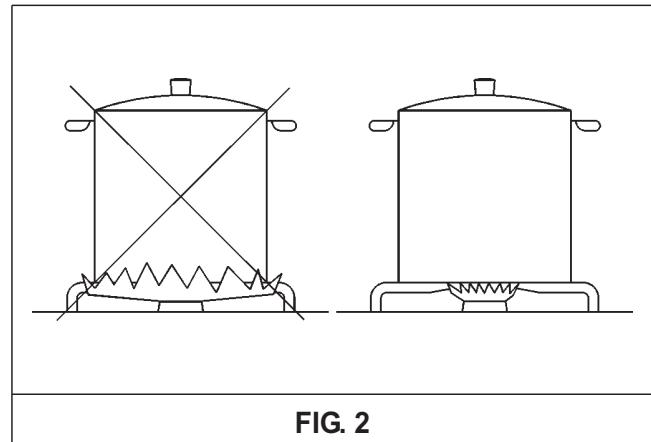

FIG. 2
- utilizati pentru fiecare arzator vase adevcate (vezi tabelul urmator si fig. 2).